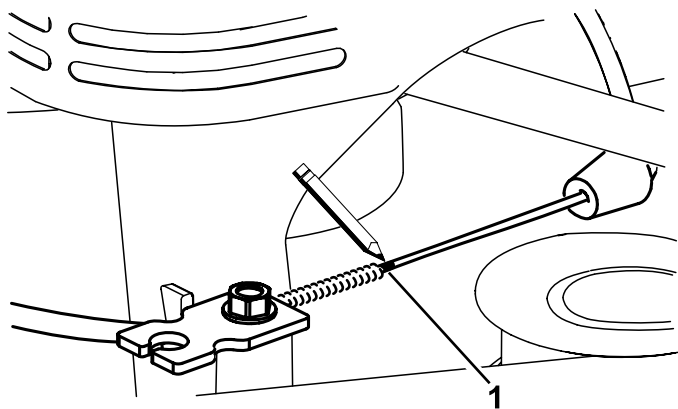
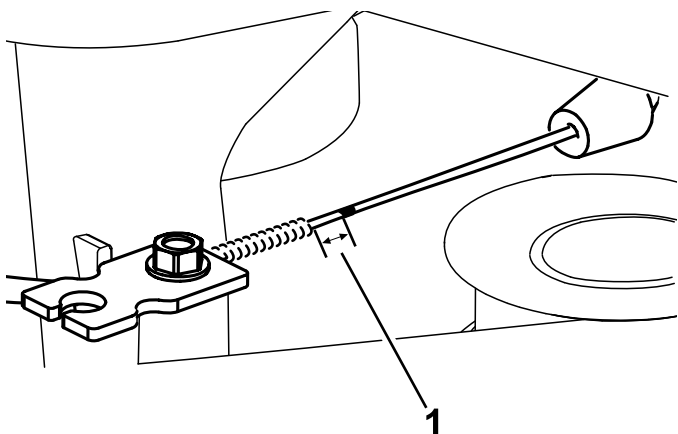

Figura 47
Figura 48
7. Contrassegna il cavo del freno (Figura 47), quindi regolate la guaina fino a quando si forma un allentamento di circa 11 mm (Figura 48).